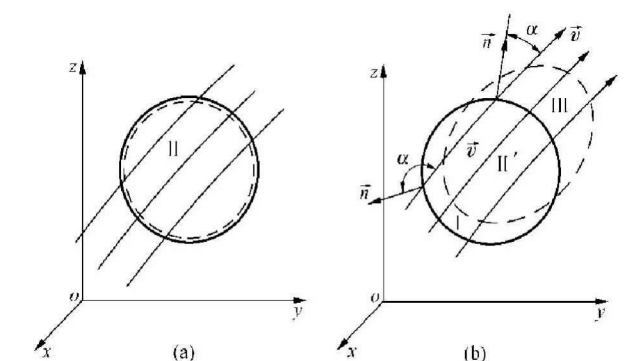

图 1-11 系统与控制体
4. 系统与控制体 (见图 1-11)
在 t 时刻系统所占有的空间体积为 Π ，并与与选的控制体重合，如图 1-11 (a) 所示。在 $t + \delta t$ 时刻系统所占有的空间体积为 $\Pi + \Pi'$ ，如图 1-11 (b) 所示。 Π' 是系统在 $t + \delta t$ 时刻所占有的空间与原来 t 时刻所占有的空间（即控制体 Π ）相重合的部分。在 t 时刻系统内的流体所具有的某种物理量对时间的导数为
由图 1-11 (b) 中可以看出，体积 V' 中包含 Π' 和 Π 两部分，而体积 V 包含 Π' 和 Π 两部分，于是可将式 (1-27) 写为